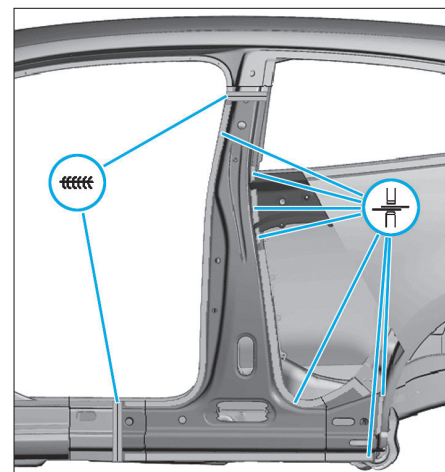
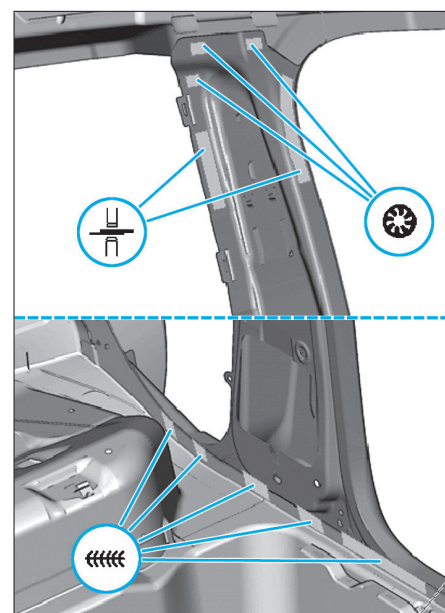

FIG. 69
FIG. 70
- Souder le renfort comme illustré (Fig.69) et (Fig.70).